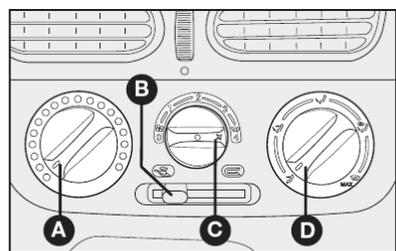

fig. 30
- 4) Ligar o ar-condicionado apertando o seletor **C-fig. 30**.
O ar-condicionado é muito útil para acelerar o desembaçamento, pois desumidifica o ar. É suficiente regular os comandos para a função de desembaçamento e ativar o condicionador, apertando o seletor **C-fig. 30**.
### COMANDOS - fig. 30
- 1) Condicionador de ar ligado: seletor **C-fig. 30**.
- 1) Seletor para a temperatura do ar **A-fig. 30** totalmente posicionado à esquerda.
- 2) Seletor do ventilador **C-fig. 30** posicionado na velocidade máxima.
- 3) Seletor de distribuição do ar **D-fig. 30** apontado para ☼; controlar para que todas as saídas de ar estejam totalmente abertas.